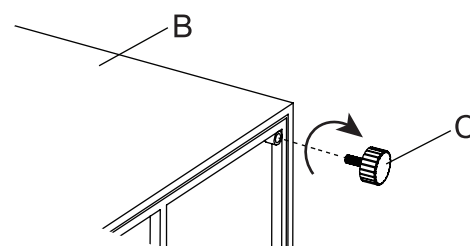

Figure 1
1. Met hulp van een andere persoon, plaats de vuurschaal (B) voorzichtig op een vlakke, niet-schurende ondergrond om krassen te voorkomen. Controleer de vier hoeken aan de onderzijde, lijn de glijdvoetjes (C) uit met de schroefgaten en draai met de klok mee (zie Figure 1).